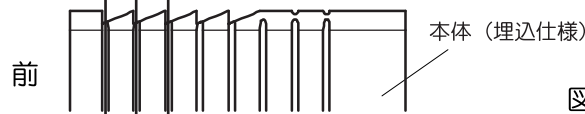

図2
②インターホン子機の厚みに合わせて本体をカットします。(図2) 切断位置については下記一覧表にてお確かめ下さい。